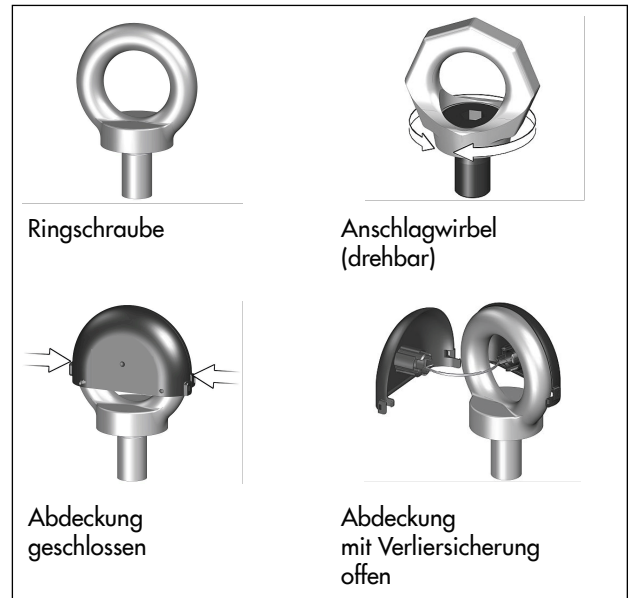

Bild 4: Verliersicherung an Ringschraube/Anschlagwirbel
1. Ringschraubenabdeckung durch leichten Druck auf die beiden seitlichen Klipsverbindungen öffnen und abnehmen, vgl. Bild 4.
6. Nach Montage: Hebeschlingen entfernen und Ringschraubenabdeckung wieder anbringen und schließen, vgl. Bild 4.